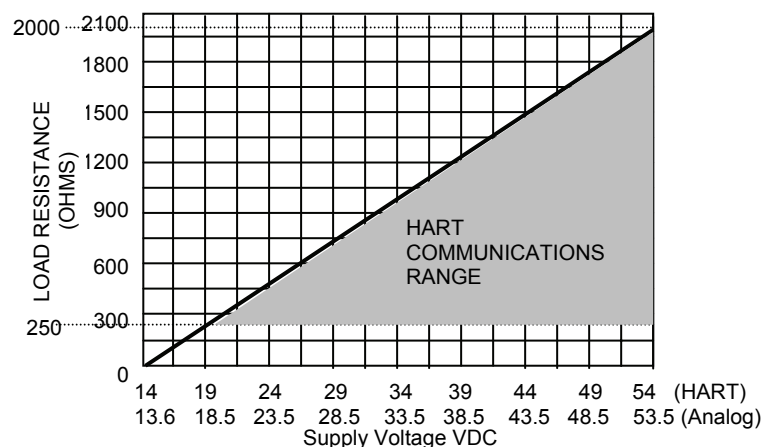

Figure 27. Tensions d'alimentation requises, Versions analogiques et HART
Alimentation requise Analogique Versions HART PROFIBUS PA Fieldbus Foundation (FF)	14,0 à 55 VCC (14,0 à 42 VCC pour les applications homologuées). Voir la Figure 27 ci-dessous. 14,0 à 55 VCC (14,0 à 42 VCC pour les applications homologuées). Voir la Figure 27 ci-dessous. 9 à 32 VCC (9 à 24 VCC pour les applications homologuées). Courant au repos 15 mA. 9 à 32 VCC (9 à 24 VCC pour les applications homologuées). Courant au repos 15 mA.